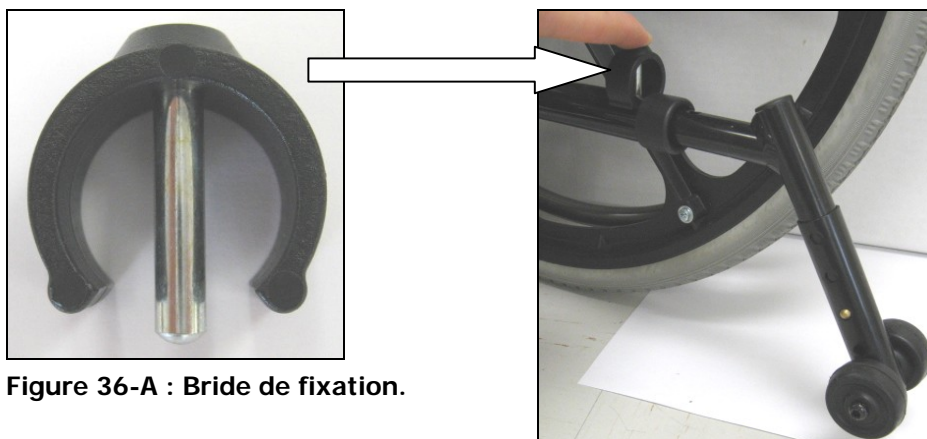

Figure 36-A : Brinde de fixation.
- Afin de faciliter le transport de votre fauteuil, les antibascules peuvent être enlevés. Pour ce faire, retirer la bride de fixation (voir; figure 36-A) ;